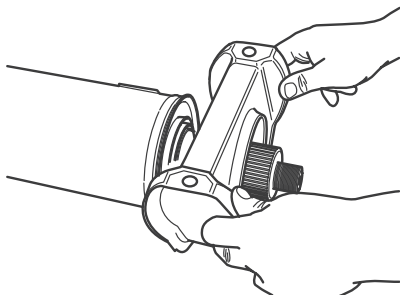

Figura 9.14
2. Cuidadosamente, alinee el nuevo conjunto rodamiento central con la superficie mecanizada del eje de acoplamiento. Use las manos para empujar el rodamiento central en el eje de acoplamiento. Figura 9.14.